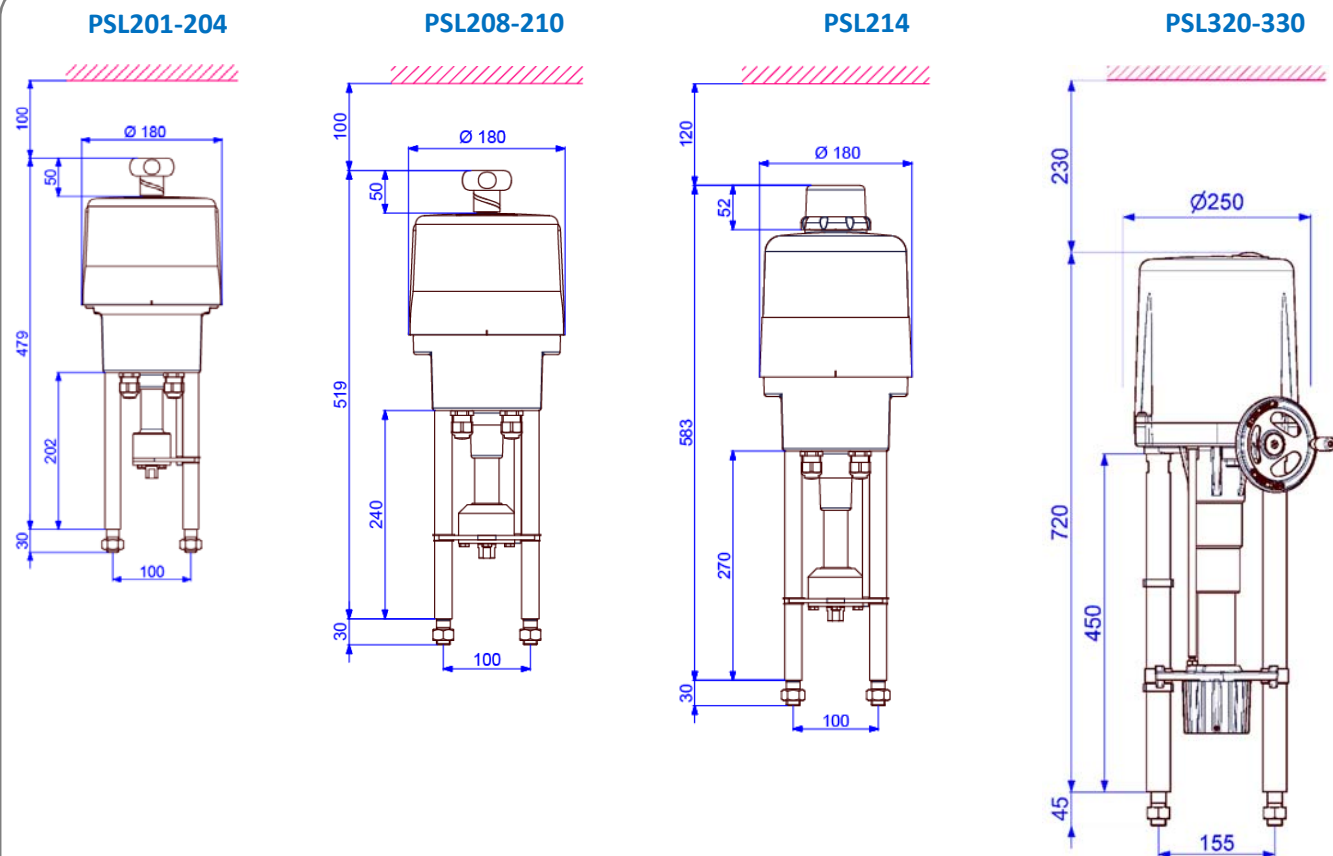

Рисунок 1. Установочные размеры
- При установке приводов необходимо обеспечить достаточное свободное пространство для демонтажа крышки (рис. 1, размеры стандартных приводов).